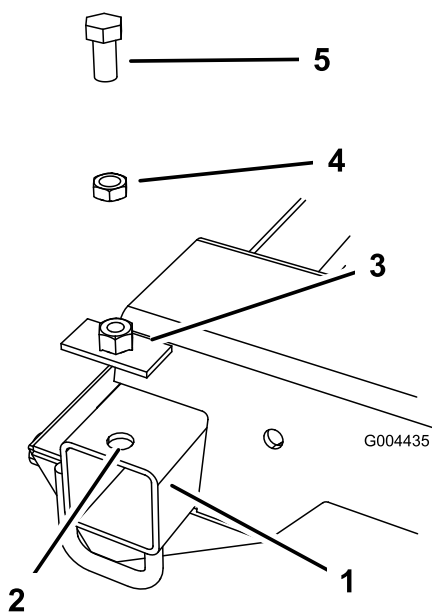

Figura 3
1. Alinhe uma placa soldada com a extremidade da estrutura (Figura 3) e utilize um punção para marcar o orifício central da placa.
2. Remova a placa da estrutura e perfure um orifício piloto na parte superior do tubo da estrutura em caixa no local assinalado pelo punção (Figura 3). Alargue o diâmetro do orifício para ficar entre 1/2 e 5/8 pol..